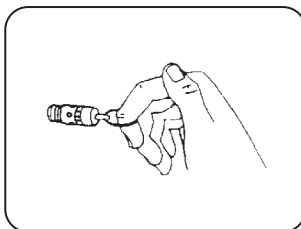

FIGURA 8.2
11. Verifique o funcionamento do purgador manual ou automático (Figura 8.2) (ajuste dos botões de tempo no purgador ou ajuste dos parâmetros P100 e P101, conforme a versão do produto).
- B. Verifique o funcionamento da válvula de segurança (Figura 8.2);